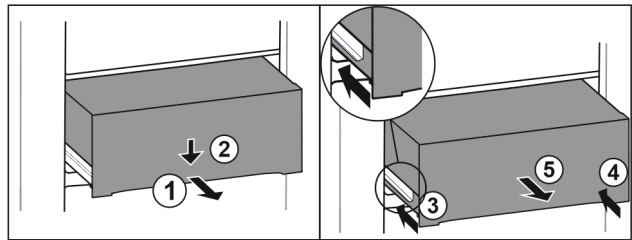

Fig. 92
- ▶ Витягніть ящик на половину. Fig. 92 (1)
- ▶ Спрямуйте висувний ящик вниз спереду. Fig. 92 (2)
- ▶ Вставте ліву рейку приблизно на 2 см. Fig. 92 (3)
- ▶ Вставте праву рейку приблизно на 2 см. Fig. 92 (4)
- ▶ Вийняти висувний ящик рухом вперед. Fig. 92 (5)